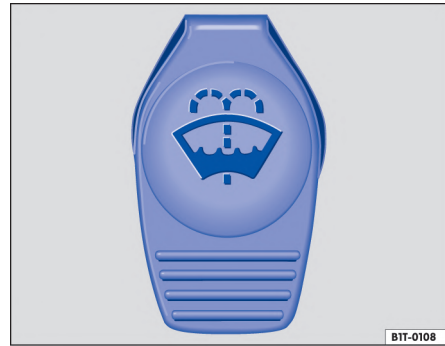

Fig. 187 En el compartimento del motor: tapa del tanque de agua de los lavaparabrisas.
- Se puede reconocer al tanque de agua de los lavaparabrisas por el símbolo  en la tapa → fig. 187.